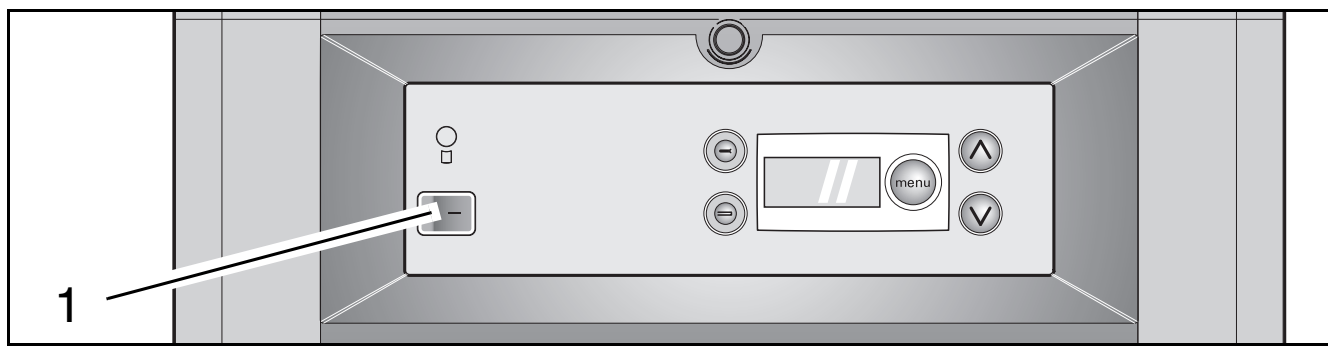

Рис. 5 Рабочий переключатель DBA
- Установить рабочий переключатель в позицию “0” (рис. 5, поз. 1).